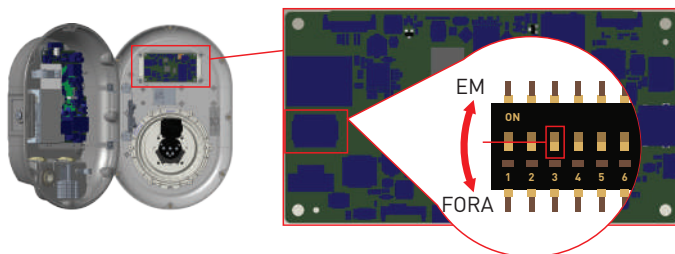

Figura.30
- Se pretender ativar o UI WebConfig, a terceira posição da chave DIP deve estar na posição "DESLIGAR" conforme mostrado na figura 30.
- Se pretender desativar o UI WebConfig, a terceira posição da chave DIP deve estar na posição "LIGAR" conforme mostrado na figura 30.